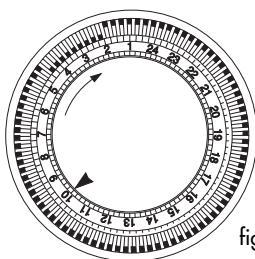

fig.5
- bieżącą godzinę. Jeśli jest np. godzina 10:00, przekręcać w kierunku zgodnym z ruchem wskazówek zegara ponumerowane pokrętko programatora dopóki zaznaczona na nim cyfra 10 nie zrówna się z odpowiednią podziałką ▲ zaznaczoną na programatorze (rys.5).